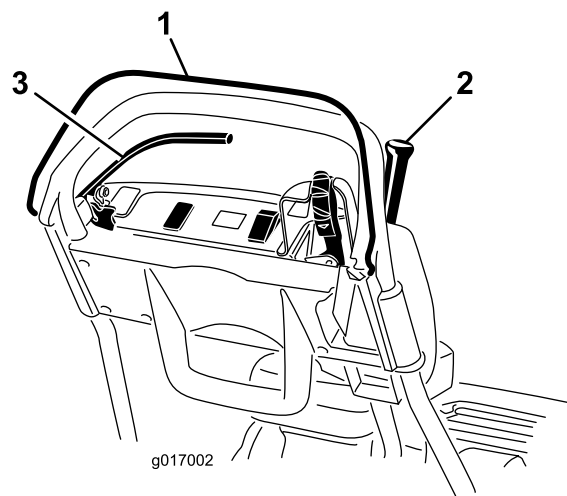

图34
2. 放开操作员到位控制装置后，尝试接合牵引杆（图 34）。牵引杆应该不能接合。如果牵引杆能够接合，则需要对联锁系统进行维修。请在操作之前解决该问题。
3. 压下操作员到位控制装置并接合牵引杆，然后松开操作员到位控制装置（图34）。牵引杆应脱离。如果牵引杆不能分离，则需要对联锁系统进行维修。请在操作之前解决该问题。
4. 压下操作员到位控制装置并将换挡控制杆移至左侧、接合牵引和滚刀驱动装置、然后松开操作员到位控制装置（图34）。牵引杆应脱离。如果牵引杆不能分离，则需要对联锁系统进行维修。请在操作之前解决该问题；请参阅 维护牵引联锁开关（页码 31）。